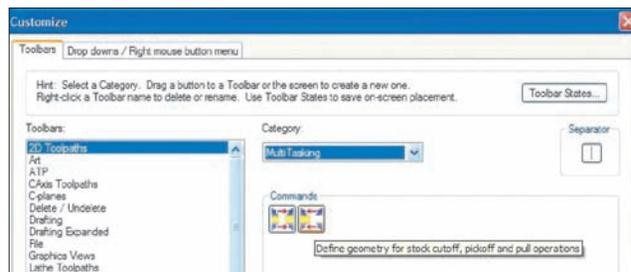

Рис. 11
- выбрать в меню *Mastercam* пункты *Settings* → *Customize* и создать линейку функций из кнопок *Define geometry for stock cutoff, pickoff and pull operations* из категория *MultiTasking* (рис. 11).